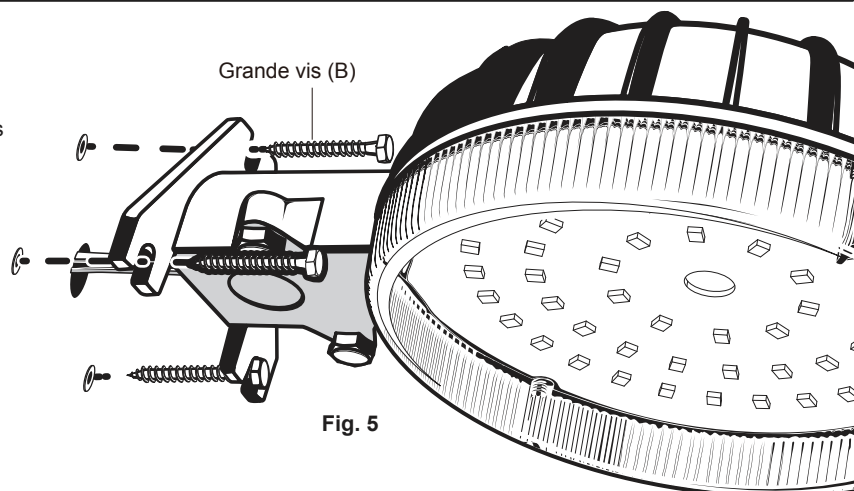

Fig. 5
4. Pour le montage sur le côté d'un bâtiment ou sur un poteau (sauf si vous utilisez un bras de montage*), fixez le luminaire à l'aide des trois (3) grandes vis (B) fournies à la base de montage (Fig. 5). Pré-percez les trous de montage dans la surface et installez les chevilles appropriées avant de fixer le luminaire sur des surfaces autres que du bois.